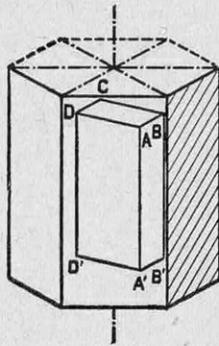
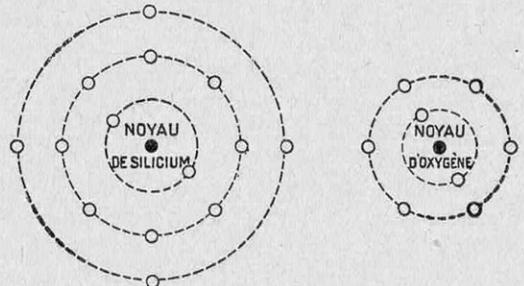
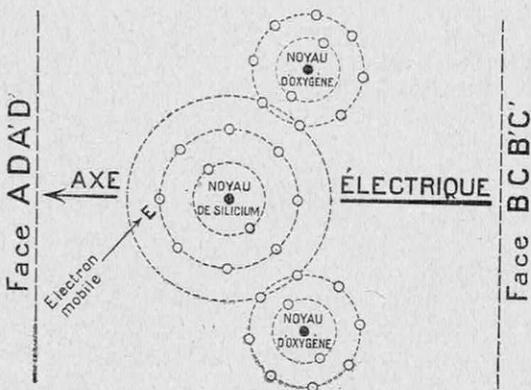
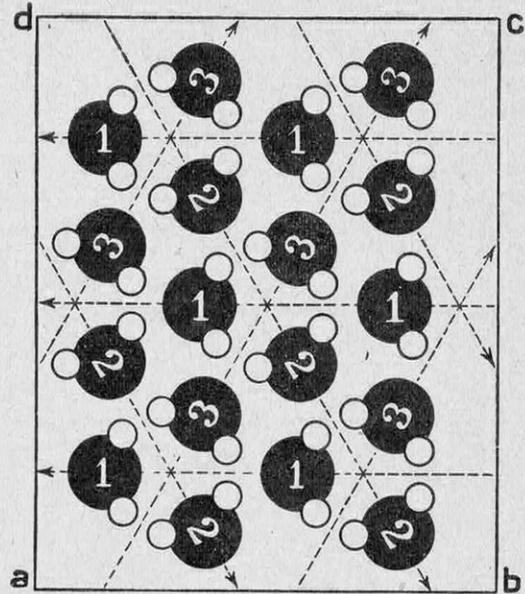

FIG. 4. — COMMENT ON TAILLE UN QUARTZ PIÉZOÉLECTRIQUE
FIG. 5 ET 6. — LES ATOMES DE SILICIUM ET D'OXYGÈNE
FIG. 7. — LA MOLÉCULE DE SILICE (Grossissement : 75.000.000 diamètres)
FIG. 8. — LA STRUCTURE DU QUARTZ OU CRISTAL DE ROCHE
FIG. 4. — EXPÉRIENCE DE MILLIKAN MONTRANT QUE LES NOUVELLES RADIATIONS VIENNENT DU CIEL ET QUE LEUR PÉNÉTRATION POSSÈDE UNE FORCE SUPÉRIEURE A CELLE DES RAYONS GAMMA LES PLUS DURS
activité ; tel est le cas pour celle qui provient de la chute des neiges, dans certains lacs de haute montagne. Millikan fit choix du lac Muir (fig. 4) situé à 3.540 mètres d'altitude sur les pentes du mont Whitney, le mont Blanc
Ces considérations cristallographiques, un peu abstraites, sont nécessaires pour savoir en quoi consiste une lame de quartz piézoélectrique (fig. 4). Reprenons le cristal complet de la figure 3 et découpons-y un parallélépipède droit (un prisme droit à base rectangle) $ABCD A' B' C' D'$, qui a les propriétés suivantes :
a) L'atome de silicium (fig. 5) est l'atome n° 14, c'est-à-dire qu'il comprend un noyau entouré de $2 + 8 + 4 = 14$ électrons ;
c) Dans le quartz (ou silice cristallisée), les trois atomes s'assemblent (fig. 7), de telle façon que *chaque noyau atomique soit entouré d'une couche périphérique comportant huit électrons* ; on voit, en effet, en passant des figures 5 et 6 à la figure 7, que le silicium cède ses quatre électrons périphériques par moitié aux deux atomes d'oxygène (ce qui complète à huit leurs couches périphériques) (1) ;
d) Quant au cristal de roche lui-même, il est formé de molécules de silice (fig. 7) qui possèdent trois orientations différentes. Notre figure 8 représente une portion *abcd* de la section *ABCD* : les molécules marquées 1 ont la même orientation que celle qui est détaillée par la figure 7 ; elles correspondent à l'axe électrique qui est dessiné horizontalement sur la figure 3. Les molécules marquées 2 sont des molécules 1, qui auraient tourné de 120° (en sens inverse des aiguilles d'une montre), et fournissent le second axe électrique. Les molécules marquées 3 sont des molécules 2, qui auraient
(1) Voir notre article sur « L'affinité chimique », *La Science et la Vie*, n° 140, pages 97-107.
On reconnaît sur cette figure les deux atomes représentés par les figures 5 et 6. On a, de plus, indiqué l'axe électrique horizontal de la figure 4. L'électron E est celui qui joue un rôle essentiel en piézo-électricité (il est mobile, parce que relativement éloigné des trois centres d'attraction que sont les trois noyaux atomiques).
Le rectangle *abcd* est une portion — une toute petite portion — du rectangle *ABCD* de la figure 4. Il y a des molécules de silice (fig. 7) qui sont orientées de trois façons différentes (elles sont numérotées 1, 2, 3). Quand on possède une lame d'épaisseur $AB = x$ de 25 millimètres d'épaisseur, la distance *ab* de cette figure 8 se trouve portée vingt millions de fois dans l'épaisseur *AB* (fig. 4).
effectué la même rotation, et donnent le troisième axe électrique. La lame *ABCD A'B'C'D'* (fig. 4) résulte de l'empilement d'une multitude de rectangles *abcd*, les uns sur les autres ; le mot multitude est d'ailleurs bien insuffisant : ainsi la lame utilisée par Paul Langevin dans ses premiers essais de sondages sous-marins mesurait : $AB = 1 \text{ cm}$ $AD = 10 \text{ cm}$ $AA' = 10 \text{ cm}$ et contenait quelque chose comme : $2.000.000.000.000.000.000.000$ molécules de silice (fig. 7).
Fixons d'abord notre attention sur la figure 12 : la lame de quartz *ABCD A'B'C'D'* (fig. 4) y est soumise à une traction suivant *AB*, c'est-à-dire (fig. 3) suivant un axe électrique. Nous avons vu
(fig. 7) que la molécule de silice possède, suivant cet axe électrique, un électron E très mobile, et nous reproduisons cette molécule schématiquement, en bas et à droite de la figure 12. Sous l'influence de la traction, l'expérience montre qu'il y a électrisation négative en AD et électricité positive en BC ; on doit donc admettre que l'électron E (fig. 12) se déplace de B vers A (de bas en haut) suivant la flèche : il y aura donc accumulation d'électrons sur la face $ADD'A'$, en même temps que l'épaisseur AB se trouvera quelque peu accrue.
Un écrasement ou une traction suivant l'axe optique AA' ne provoquent aucune électrisation : la molécule de silice (fig. 7) est reproduite ci-dessus, et l'électron mobile E n'a aucune tendance à se déplacer ni à droite ni à gauche.